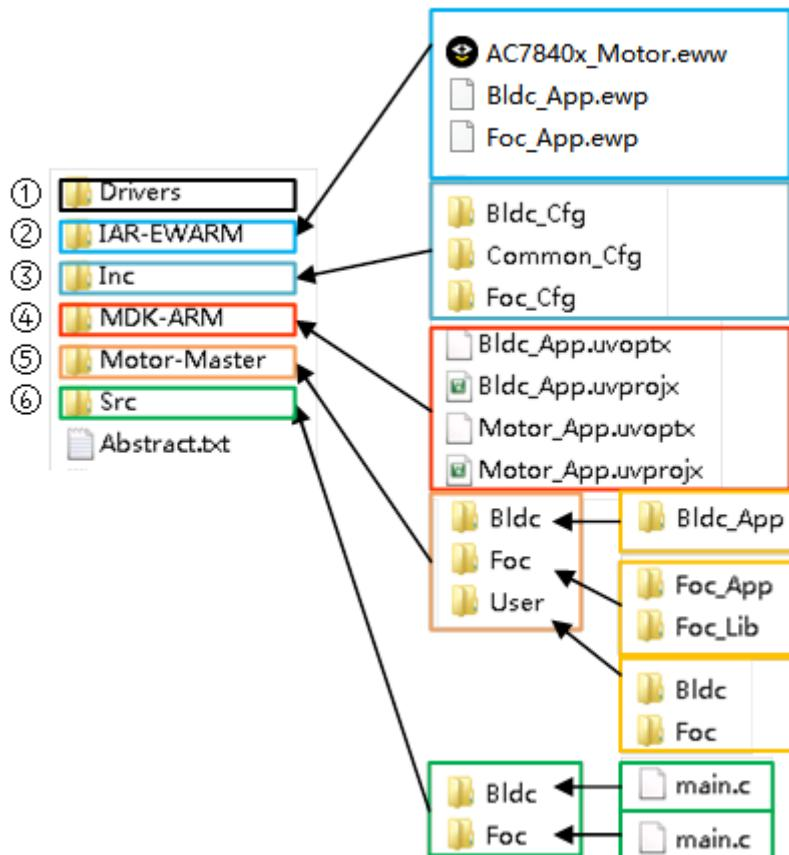

图 7-1 Motor App 文件结构
以 AC7840x 电机算法为例，Motor\_App 软件工程的文件结构如图 7-1 所示。
①：ATC AC78xx 系列 MCU 编译器支持文件。当用户安装使用了 AC78xx 系列 MCU 的 CMSIS pack，并在 MDK Keil 的 Manage Run-Time Environment 中配置选择了相应 Component，则此文件组无需
添加文件；否则需要将图 7-1 中①所内含的 ac78xx\_debugout.c、startup\_ac78xx.s、system\_ac78xx.c 等文件链接到此文件组中。
②：Motor App 的 main.c。
③：ATC AC78xx 系列 MCU 驱动包。当用户安装使用了 AC78xx 系列 MCU 的 CMSIS pack，并在 MDK Keil 的 Manage Run-Time Environment 中配置选择了相应 Component，则此文件组无需添加文件；否则需要将图 7-1 中①所内含的 ac78xx\_adc.c、ac78xx\_pwm.c、ac78xx\_spm.c 等文件链接到此文件组中。用户可根据实际使用 MCU 外设情况链接对应的驱动文件到此文件组中。
④：MCU 系统配置文件，规定了 MCU 的系统时钟、晶振频率等参数。用户一般无需修改此文件。
⑤：Motor App 算法参数及硬件参数配置宏定义文件组。用户需要根据硬件电路的实际参数更新此文件组中的 hwboard\_parameters\_define.h 文件；根据实际电机参数更新此文件组中的 motor\_parameters\_define.h 文件；根据使用的控制算法类型及调试情况更新此文件组中的 bldc\_parameters\_define.h（方波算法）或 drive\_parameters\_define.h（FOC 算法）文件。当使用 FOC 算法时，根据具体应用需求更新此文件组中的 protector\_parameters\_define.h 文件来调整保护策略的参数。
⑥：Motor App 的电机控制算法文件组。实现电机驱动的方波控制算法或 FOC 算法。
⑦：Motor App 的用户层接口文件组。提供 MCU 外设配置、上位机通信、时基任务调度等功能接口。
⑧：ATC 电机 FOC 算法库。提供三角函数、Hall 传感器角度反馈、无传感矢量控制角度估算、PID 调节器、SVPWM 算法、电机控制算法参数标幺等功能接口，方便客户根据应用需求自由开发电机控制算法。